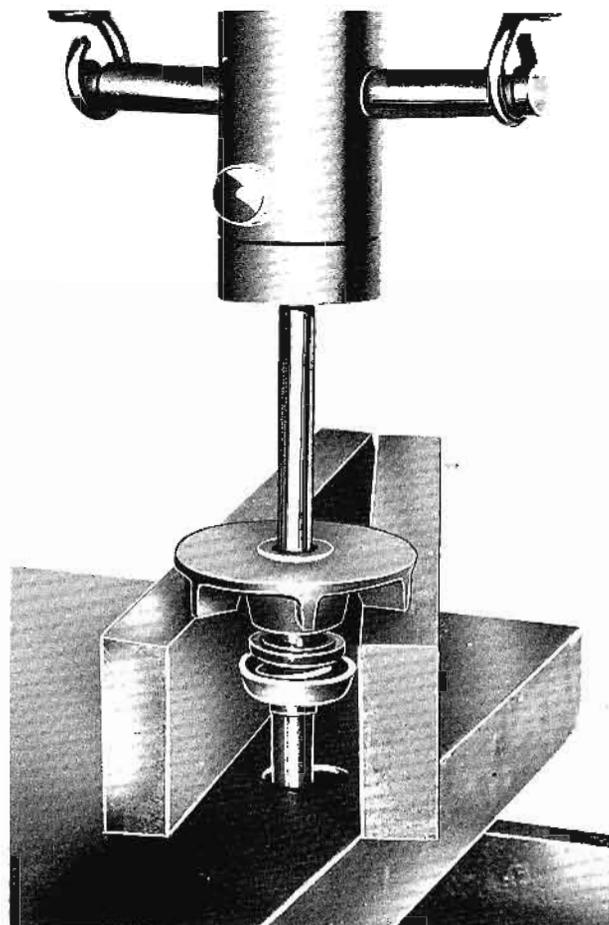

Fig 7
- 3° - Séparer l'axe de la turbine et l'ensemble d'étanchéité en utilisant une presse. Voir figure 7.